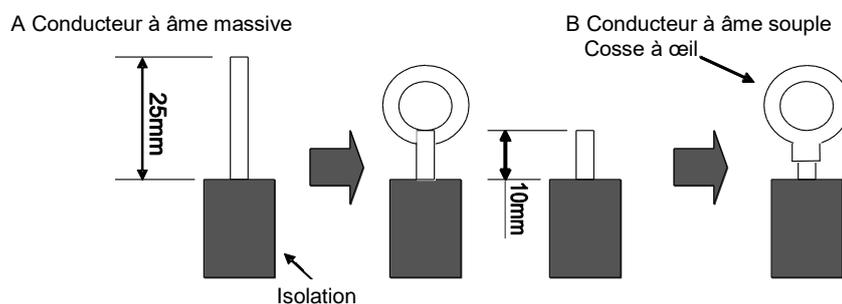

Fig. 35
1. En cas de conducteurs à âme massive (figure 35)
2. En cas de conducteurs à âme souple (figure 35)